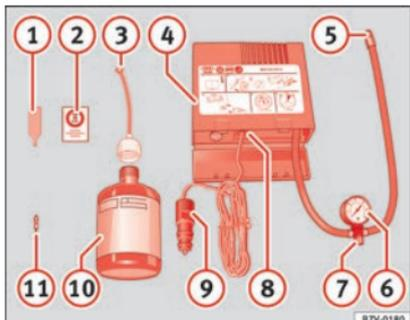

Fig. 67 Représentation standard : contenu du kit anticrevaison.
- Dévissez le capuchon et l'obus de la valve du pneu. Utilisez l'appareil » fig. 67 ① pour extraire l'obus. Placez-le sur une surface propre.
- Agitez fortement la bouteille de produit de colmatage des pneus » fig. 67 ⑩.
- Vissez le tuyau de gonflage » fig. 67 ③ sur la bouteille de produit de colmatage. Le
- Retirez le bouchon du tuyau de remplissage » fig. 67 ③, puis vissez l'extrémité ouverte du tuyau sur la valve du pneu.
- Placez de nouveau l'obus de valve sur la valve du pneu avec l'outil » fig. 67 ①.
- Vissez le tuyau de gonflage du pneu du compresseur » fig. 67 ⑤ sur la valve du pneu.
- Vérifiez si la vis d'évacuation d'air est serrée » fig. 67 ⑦.
- Branchez le connecteur » fig. 67 ⑨ à une prise de courant de 12 volts du véhicule » page 163.
- Raccordez le compresseur d'air au commutateur ON/OFF » fig. 67 ⑧.